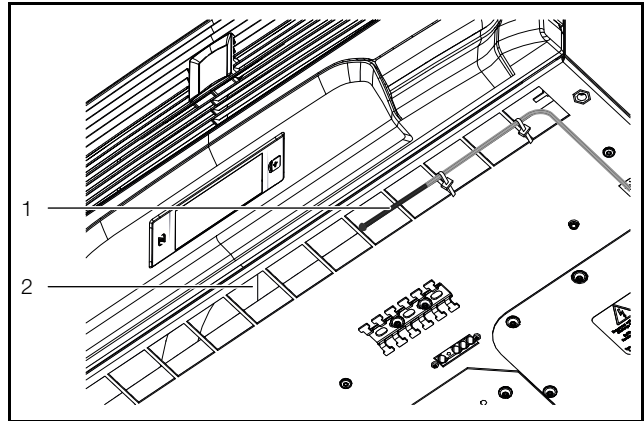

Fig. 20: Sensor de temperatura na frente da saída de ar frio
- Instale o sensor de temperatura na posição central da saída do ar frio do condicionador de ar (fig. 20).